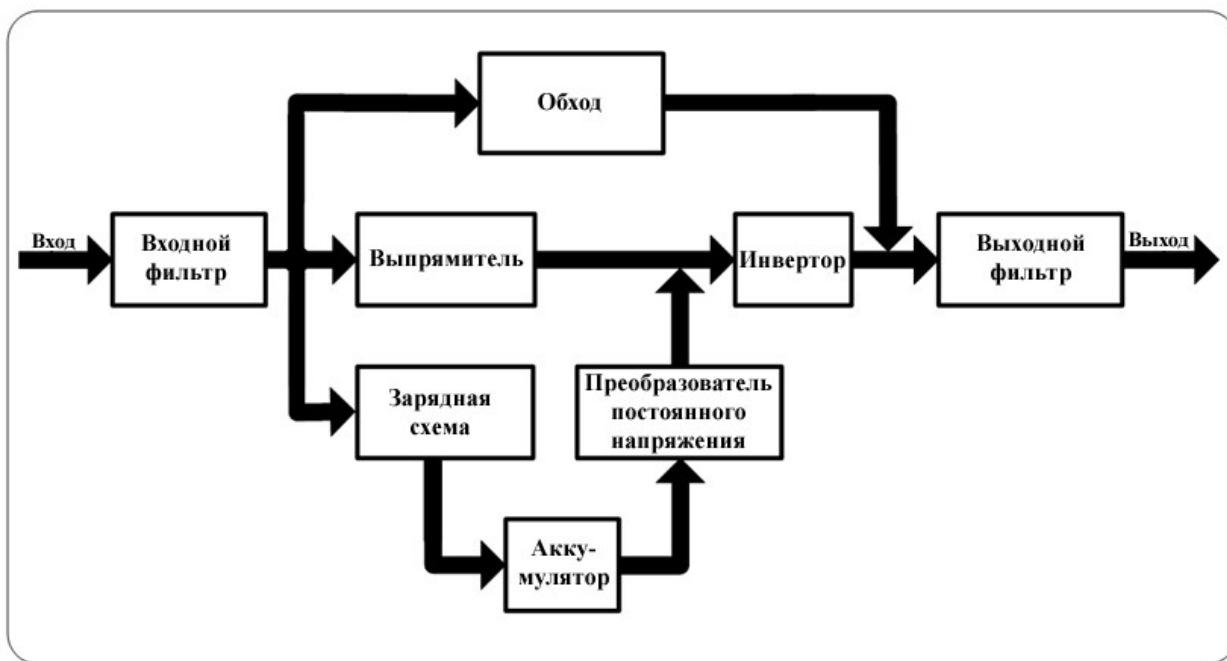

Рис. 1 Схема работы СГЭП
2.4.1 Схема работы ИБП представлена на рис. 1